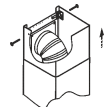

рис. 9
- Выдвиньте верхнюю фальштрубу, навесьте ее на кронштейн (рис. 9) и закрепите винтами.